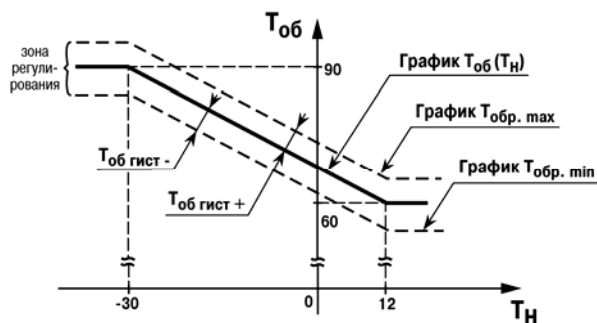

Рисунок 6.13
6.11.14 **Тобр. Гист+**, **Тобр. Гист-** – Конфигурационные параметры, определяющие границы допустимого изменения относительно графика температуры обратной воды, возвращаемой в теплосеть (см. рисунок 6.13). При выходе температуры обратной воды за заданные пределы прибор переходит к регулированию температуры обратной воды.